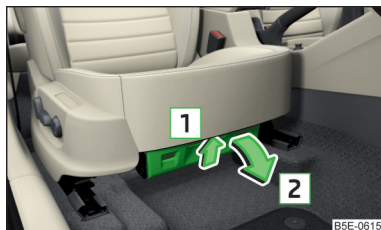

Abb. 109
- Zum **Öffnen** auf den Griff in Pfeilrichtung **1** drücken und das Fach in Pfeilrichtung **2** aufklappen » Abb. 109.